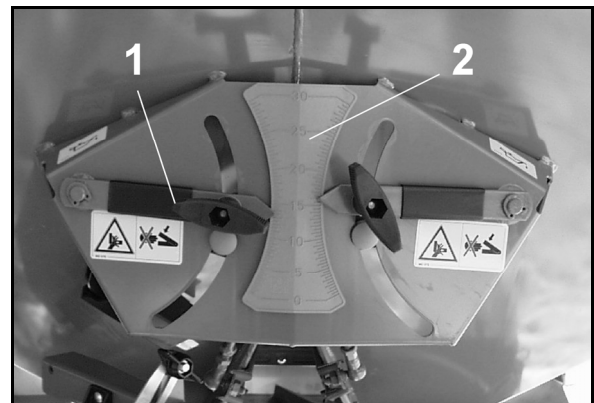

Fig. 81
7. Ved **grænsespredning** skal du vippe spjældstillingen til indstillingsgrebet (Fig. 81/1) på venstre maskinside to delstrækninger tilbage på skalaen (Fig. 81/2).